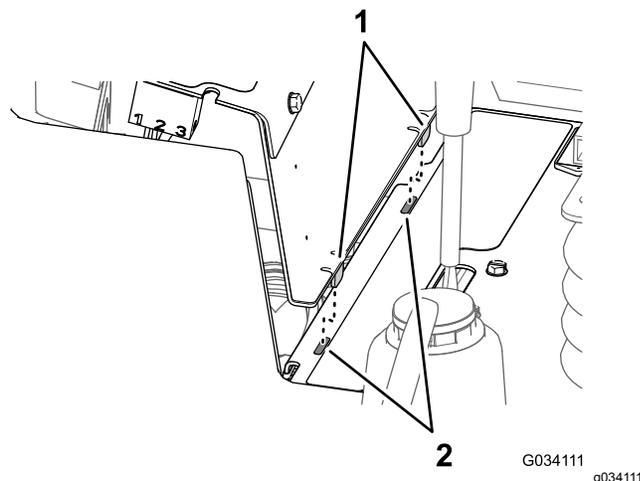

Figura 55
2. Alinee las 2 pestañas de la parte inferior del panel lateral con las 2 ranuras del bastidor de la consola (Figura 55).